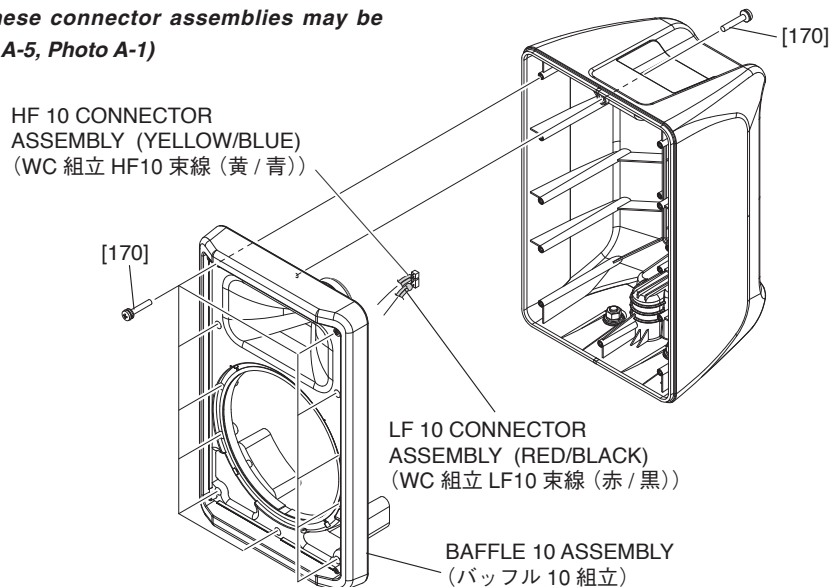

Fig. A-5 (図A-5)
- A-3-3 Remove the twelve (12) screws marked [170]. The baffle 10 assembly can then be removed. (Fig. A-5, Fig. A-6)
- A-3-4 Disconnect the connectors of the LF 10 connector assembly (red/black), HF 10 connector assembly (yellow/blue) from the amp assembly 10. (Fig. A-5, Photo A-1)
\* **Take care not to open the baffle 10 assembly too wide or these connector assemblies may be damaged. (Fig. A-5, Photo A-1)**
- A-3-3 [170] のネジ 12 本を外して、バッフル 10 組立を外します。(図 A-5、図 A-6)
- A-3-4 アンプ組立 10 から WC 組立 LF10 束線 (赤/黒)、WC 組立 HF10 束線 (黄/青) のコネクタを外します。(図 A-5、写真 A-1)
- ※ バッフル 10 組立を開きすぎて、これらの束線を傷めないように注意してください。(図 A-5、写真 A-1)